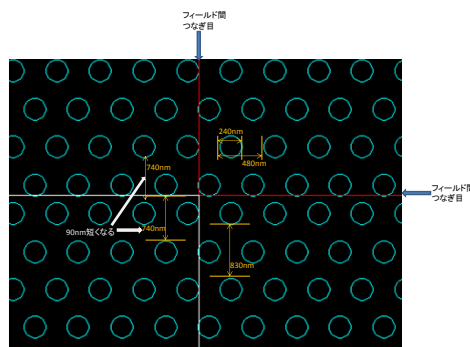

Fig.2 CAD pattern image.
エッチング条件 (A) (B) は、Fig.2 に示すような CAD パターンを 100 × 2400μm の大きさにリフティン